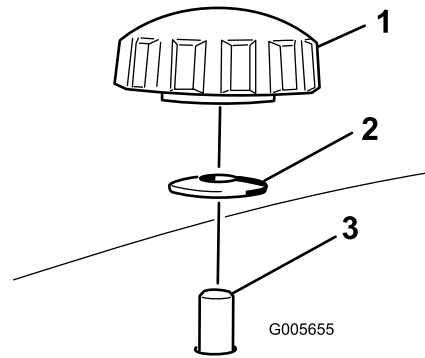
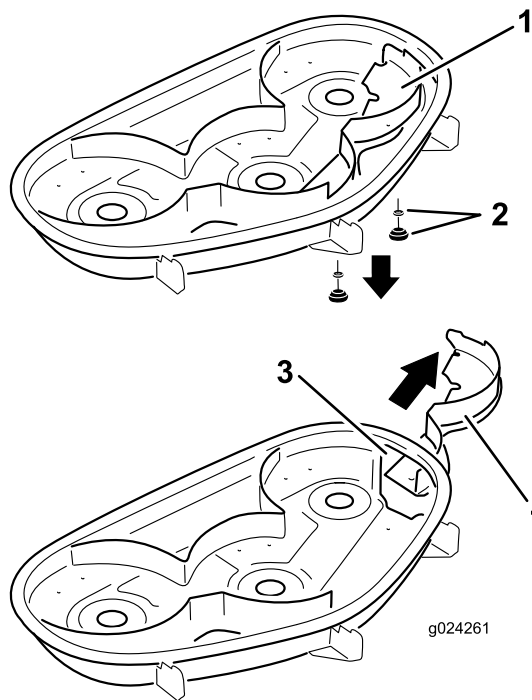

Bild 26
Bild 27
4. Nehmen Sie die beiden Handräder und die Wellenscheiben ab, mit denen das rechte Ablenkblech am Mähwerk befestigt ist (Bild 26).
5. Nehmen Sie das rechte Ablenkblech ab und senken Sie das Grasablenkblech über der Auswurfkanalöffnung ab (Bild 26 und Bild 27).
5. Schieben Sie das rechte Ablenkblech unter das Mähwerk und befestigen Sie es mit zwei Handrädern und Wellenscheiben (kappenförmige Seite zum Mähwerk), wie in Bild 26 und Bild 27 abgebildet.